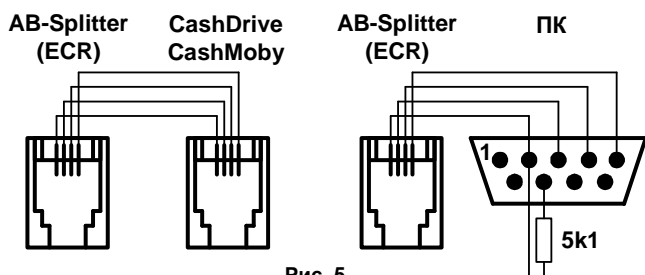

Рис. 5
6. 2. Підключити «AB-Splitter» у касову мережу через роз'єм BUS (Додаток А, Рис. 5 і 6).
11. 4. Схеми кабельного з'єднання розгалужувача «**AB-Splitter**» з ПК, CashDrive і CashMoby зображені на Рис.5.